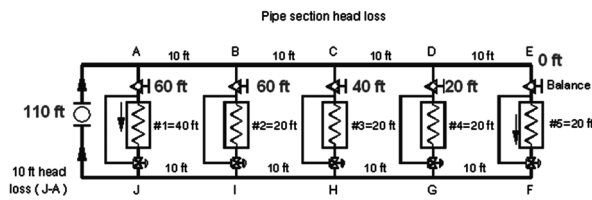
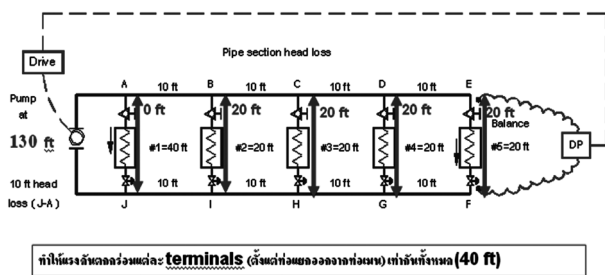

Figure18
Figure 20
การ balance ทำได้ด้วยการหรี balancing valve ที่หน้าเครื่องให้แต่ละ loop มี PD เท่ากันและน้อยที่สุด ตาม Figure 18 ตั้งข้อสังเกตว่า PD ของ loop ที่มีค่ามากที่สุดควรเปิด balancing valve กว้างที่สุด หรือไม่จำเป็นต้องใส่เลยก็ได้ (ในตัวอย่างนี้คือ AHU#5 = 110 ft) จากนั้นก็เพิ่ม PD ของ loop อื่นๆ ให้มีผลรวมเป็น 110 ft เท่ากัน เป็นการทำให้ทุก terminal มีโอกาสได้รับน้ำเท่าๆกัน อาจทำได้ด้วยการคำนวณ หรือการเดินบิมน้ำแล้วปรับ balancing valve ให้แต่ละ AHU ได้รับน้ำตามที่ออกแบบไว้ก็ได้
หลักการ Balancing (Figure20)
ดังตัวอย่างใน Figure 20 ซึ่งในกรณีนี้ ไม่มีความจำเป็นต้องปรับเพิ่ม PD (20 ft) ที่ Terminal#5 ซึ่งไกลที่สุดก็ได้ และของ #4,3 ก็เช่นเดียวกัน แต่อาจมีความจำเป็นต้องปรับเพิ่ม PD ของ Terminal #1,2 ด้วยซ้ำ เพราะไกลปั้มน้ำผ่านเข้ามากเกินไป
7. จาก Figure 20 การปรับให้ Terminal head เท่ากันเพื่อวัตถุประสงค์ว่า ถ้า Terminal ไกลที่สุดไม่ได้ทำงาน (control valve ปิด ไม่มี Flow) Differential Pressure sensor ก็จะวัด PD ของ Terminal ที่ไกลรองลงมาซึ่งก็มีค่าเท่ากัน
9. Pump head ในระบบ Constant flow (Figure 18) ซึ่งมี Pump head = 110 ft แต่ในระบบ Variable flow (Figure 20) สูงกว่าคือ=130 ft นั้น เพราะยึดวิธี Balancing อย่างตรงไปตรงมาตามข้อ 5 และข้อ 7 แต่จากที่กล่าวในข้อ 8 หากเราไม่ปรับเพิ่ม PD ของ balancing valve ของ Terminal# 3,4,5 ก็จะทำให้ Pump head ลดลงมาเหลือเพียง 110 ft เท่ากับระบบ